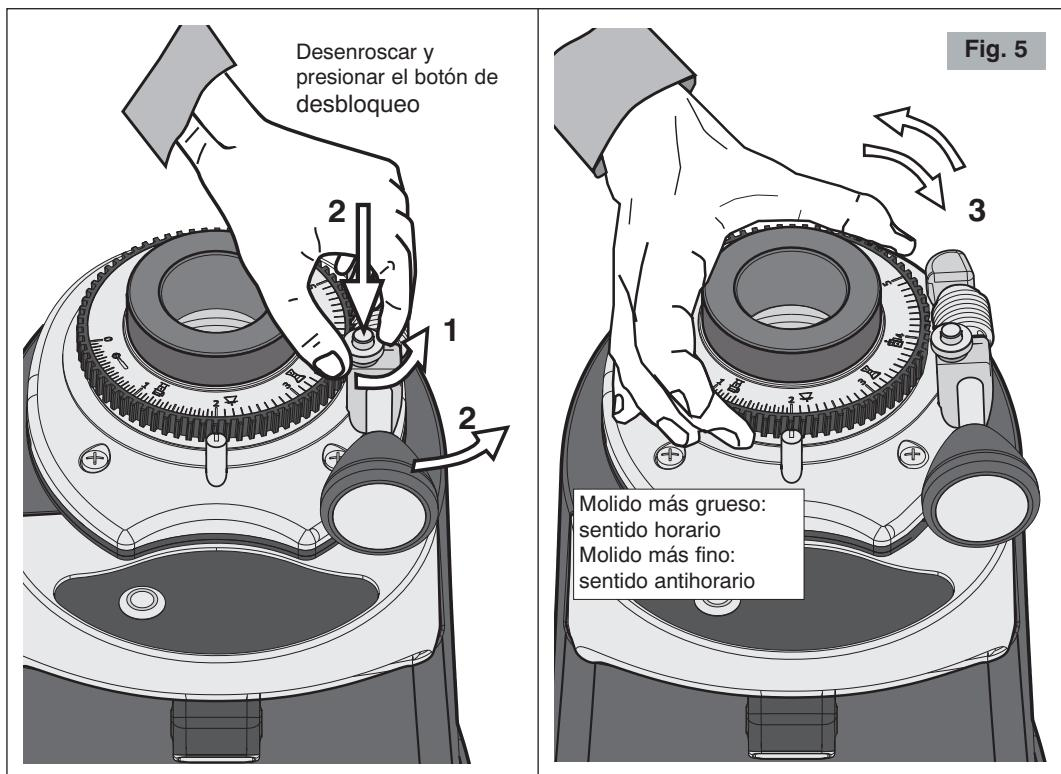

Fig. 5
- Es posible acelerar las operaciones de regulación girando directamente el anillo dentado de regulación del molido (4 Fig. 1) (véase Fig. 5 - 1, 2, 3), tras haberlo desbloqueado previamente girando y presionando el botón de desbloqueo (5 Fig. 1) y alejando el bloqueo de regulación.